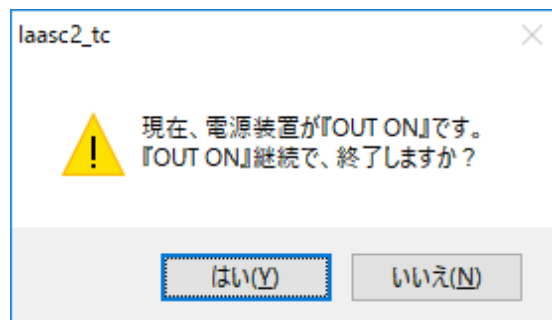

図 3-12 定値制御実行中の終了時ダイアログ
## ②定値制御実行中の場合、ダイアログが表示されます。(図 3-12)